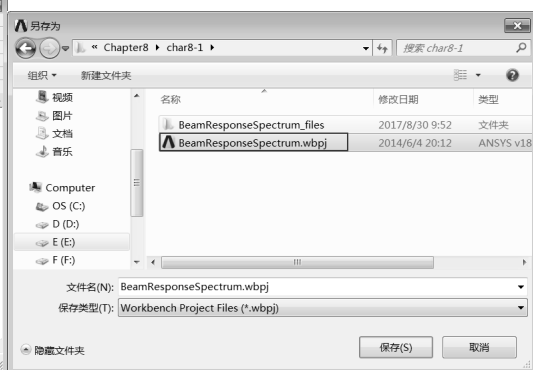

图 8-6 保存工程文件
Step4: 单击工具栏上的  按钮保存文件,此时弹出如图 8-6 所示的“另存为”对话框,输入文件名为 BeamResponseSpectrum,单击“保存”按钮。